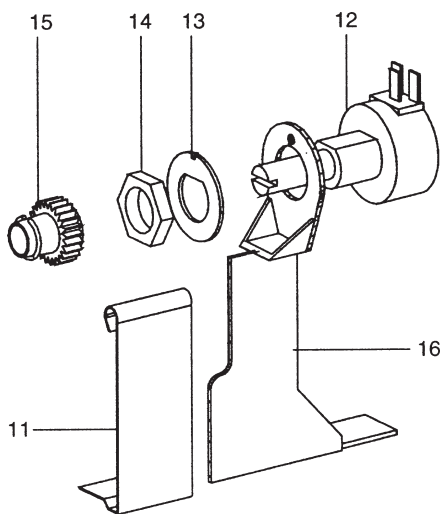

Fig. 5
Poi inserire la molla (11) nella squadretta di alloggiamento come mostrato nella fig. 5. Fare riferimento alla sezione 2.7.6 per collegare i fili al potenziometro.